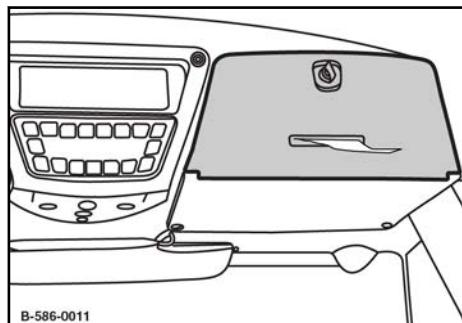

fig. 200
4. Introduire le papier dans la prise (1) de l'imprimante.
5. Actionner la touche à bascule (2) dans le sens de la flèche jusqu'à ce que le papier apparaisse à la fente d'arrachement.
6. Refermer le couvercle fig. 200.